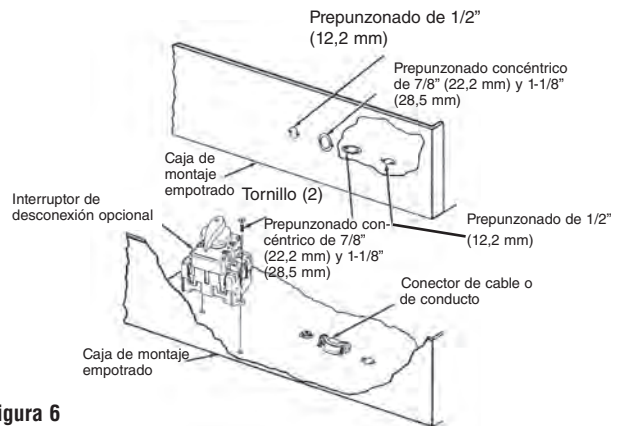

Figura 6
- Extraiga la caja de montaje empotrado (Figura 6) de la caja que contiene el gabinete de montaje empotrado tipo REA.
- Extraiga uno de los prepunzonados e instale un conector de cable o de conducto (Figura 6).
- Instale el interruptor de desconexión opcional (si fuera necesario) como se indica en la Figura 6.